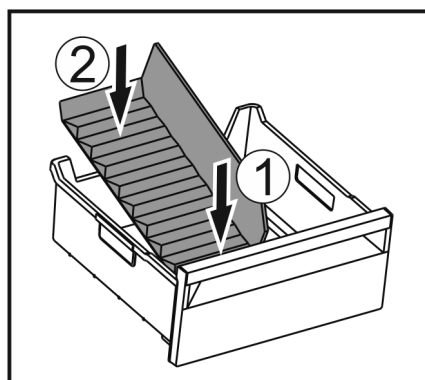

Fig. 79
- ▶ Colocar la parte delantera del separador del compartimento para hielo. Fig. 79 (1)
- ▶ Bajar la parte trasera del separador del compartimento para hielo hasta el fondo del cajón. Fig. 79 (2)